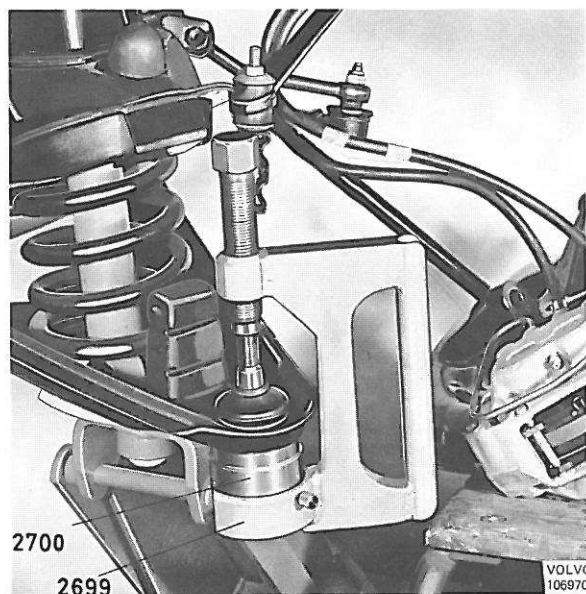

Figure 35. Démontage du joint à rotule inférieur
6. Extraire le joint à rotule du triangle inférieur de commande en se servant de l'outil-presse 2699 et de la douille 2700, figure 35.